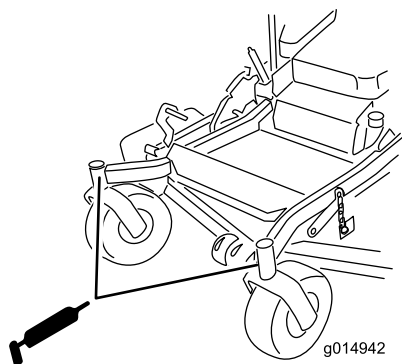

Figure 36
7. Sortez le graisseur Zerk de l'orifice. Remettez le bouchon hexagonal et le capuchon antipoussière en place (Figure 36).